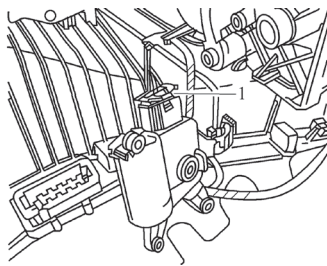

图 5-31 脱开插头
4) 如图 5-31 所示, 从新鲜空气 / 循环空气速滞压力翻板伺服电动机 V425 上脱开插头 1。注意, 不允许改变速滞压力翻板的位置。